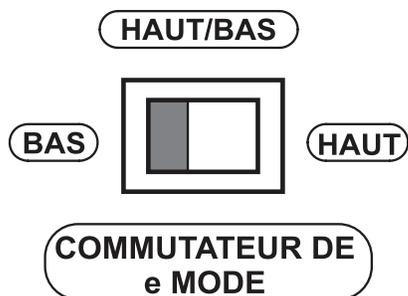

Figure 59. Sélecteur de mode électronique (position basse)
2. Placez le sélecteur du mode e (Figure 59) en position basse.